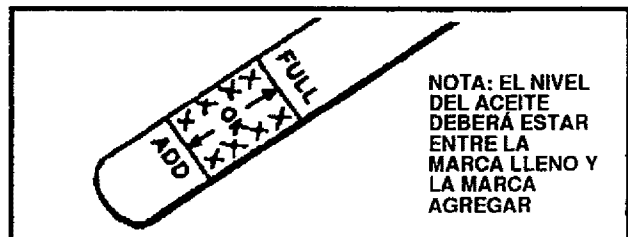

FIG. 2
Inspeccione el nivel de aceite en el cárter (Vea la FIG. 2) antes de encender el motor y después de cinco (5) horas de uso continuo. Agregue aceite de motor S.A.E. 5W30 según se requiera. Ajuste la tapa/varilla de medición cada vez que verifique el nivel de aceite. En zonas donde la temperatura baja a  $-6,7^{\circ}\text{C}$  ( $20^{\circ}\text{F}$ ) o menos, puede usar aceite S.A.E. 5W30 para facilitar el arranque del motor.